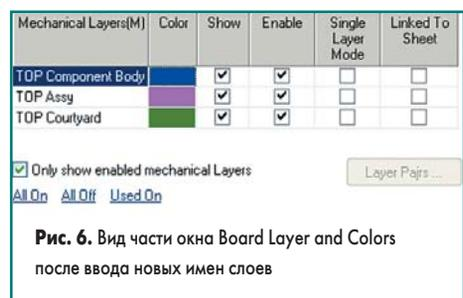

Рис. 6. Вид части окна Board Layer and Colors после ввода новых имен слоев
3. В самом редакторе желательно переименовать некоторые слои, как показано на рис. 6, и назначить пары для следующих слоев: